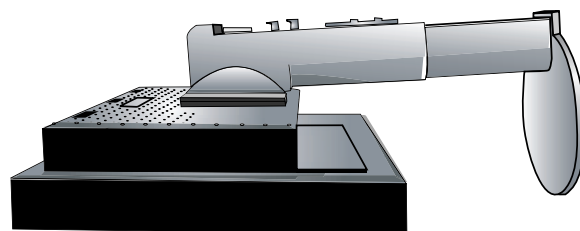

Abbildung S.1
4. Legen Sie den Monitor mit der Vorderseite nach unten auf eine weiche Oberfläche (**Abbildung S.1**).